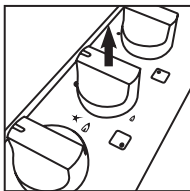

Fig. 1
2. Retire la perilla del control halando hacia arriba (ver fig. 1).